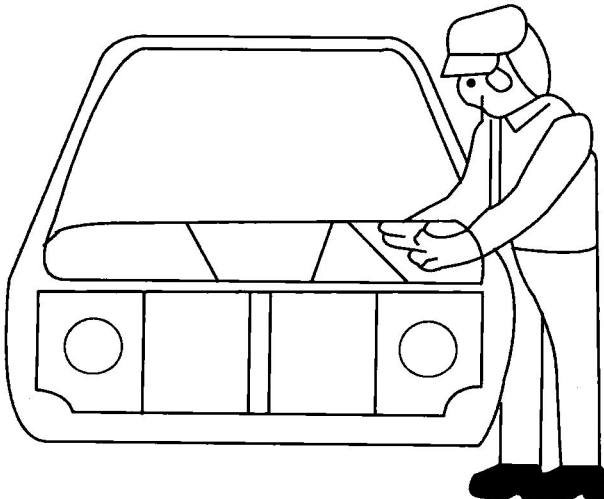

图 1-10 清洁
b. 清洁。使用粘尘布对车身上需要喷涂面漆的表面进行清洁，如图 1-10 所示。